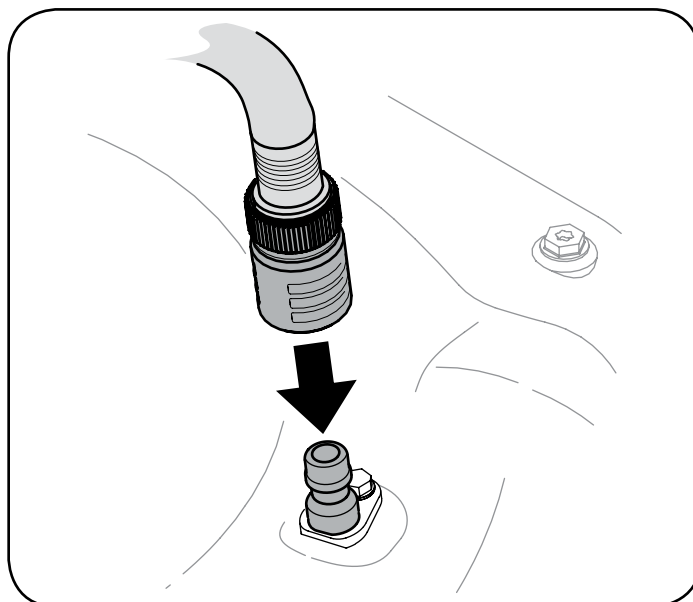

Figura 22
3. Una el acople de la manguera al puerto de agua que se encuentra en la superficie de la plataforma. Vea la Figura 22.